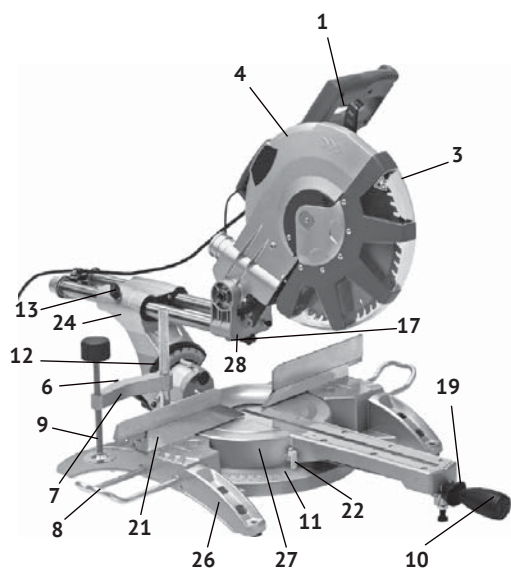
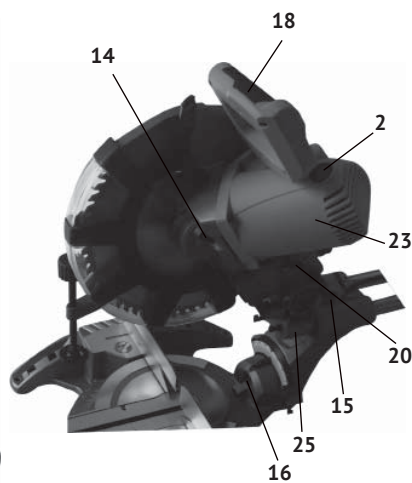
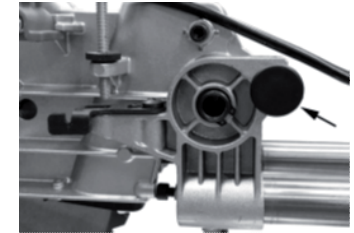
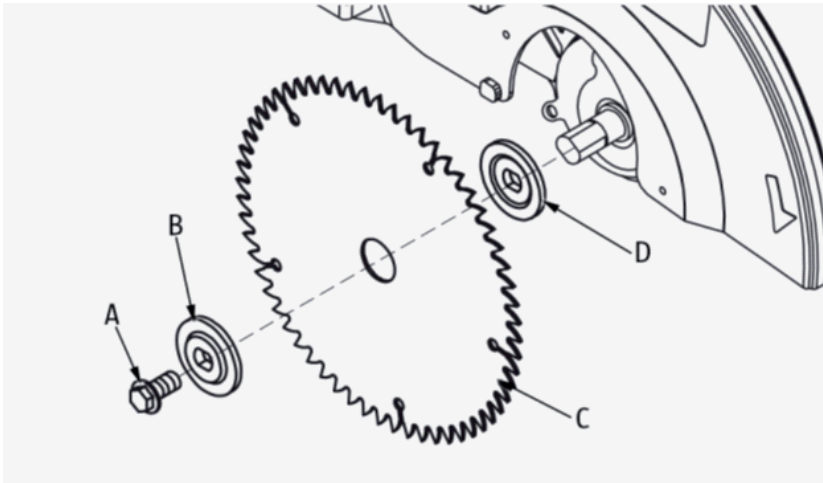

рис.1
рис.2
рис. 3
рис.4
1.1.2 Основным несущим узлом режущего блока пилы является металлический редуктор, выполненный заодно с верхним защитным кожухом диска (рис.1 поз.4). К редуктору крепится пластиковый корпус двигателя (рис.2 поз.23), с закреплённой на нём рукояткой. Вертикальное перемещение режущего блока для реза обеспечивает суппорт вертикального перемещения (рис.2 поз.25). Возвратная пружина на оси суппорта, возвращает режущий блок в исходное положение. Горизонтальное движение по направляющим (рис.2 поз.28) и отклонение (вправо/влево) от вертикальной оси обеспечивает суппорт наклона и горизонтального перемещения (рис.1 поз.24).
1.1.3 Рабочий стол (рис.1 поз.27), вместе с режущим блоком, имеет возможность смещения (вправо/влево) относительно основания (рис.1 поз.26) и параллельного упора (рис.1 поз.21), в который упирается обрабатываемая заготовка. Таким образом обеспечивается косой (от 0 до 45°) рез материала (брус, доска, планка и т.п.).
1.1.4 На суппорте вертикального перемещения режущего блока расположен блок лазерного указателя (рис.1 поз.17) линии реза. Кнопка включения лазера (рис.2 поз.18) расположена на рукоятке.
Для замены щёток необходимо открутить крышки щёткодержателей (рис.1 поз.2) на корпусе двигателя (рис.1 поз.23). Щётки следует заменять парой для обеспечения равной степени их давления на коллектор якоря;
2. Вытянуть фиксатор (рис. 2 поз.15), указан стрелкой на рис.3.
- включение/выключение пилы осуществляется нажатием на клавишу выключателя (рис.1 поз.1).
4. Нажмите на фиксатор шпинделя (рис.2 поз.14), удерживая фиксатор
5. Удерживая фиксатор шпинделя (рис.2 поз.14), открутите центральный болт А (рис. 4)
6. После откручивания болта А (рис.4) с левой резьбой, снимите прижимной фланец В (рис.4) и пильный диск С (рис.4). При этом опорный фланец D (рис.4) должен оставаться на месте.
7. Очистите прижимной В (рис.4) и опорный D (рис.4) фланцы от продуктов распила перед монтажом нового диска.
- во время работы для эффективного отвода пыли из зоны пиления подключите пылесос или установите штатный пылесборник (рис.1 поз.5), входящий в комплект поставки;
- для прямого распила заготовки установите углы наклона режущего блока и поворота пильного стола в положение 0 и затяните фиксатор продольного движения режущего блока. Прижмите заготовку к параллельному упору (рис.1 поз.21) пильного стола. Затем, включив пилу, дождитесь, пока диск наберёт максимальные обороты, и плавно опуская режущий блок, разрежьте заготовку за один распил;
- основание (рис.1 поз.26) пилы может быть закреплено четырьмя болтами на ровной и устойчивой поверхности. С этой целью основание пилы имеет четыре отверстия. Это обеспечит безопасность и предотвратит возможность травматизма;